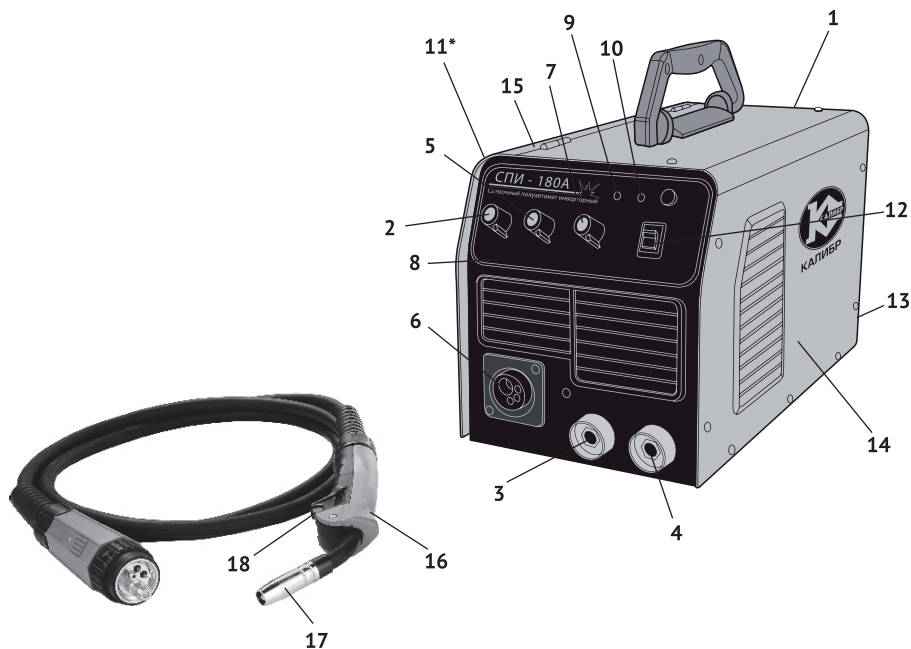

рис.1
4.1 Общий вид полуавтомата представлен на рис. 1:
4.2 Основные узлы сварочного полуавтомата: трансформаторы, конденсаторы, радиаторы, плата управления и вентилятор расположены в металлическом корпусе (рис.1 поз. 5) с вентиляционными решётками для отвода тепла. Охлаждение прибора обеспечивают радиаторы и вентилятор. На передней панели (рис.1 поз.8) расположены органы управления сварочного полуавтомата: ручка регулировки (рис.1 поз.2), регулирующая ток сварки, в режиме «ММА» и скорость подачи проволоки в режиме «MIG/MAG/NoGas», ручка регулировки напряжения сварочного контура (рис.1 поз.5); ручка регулировки индуктивности (рис.1 поз.7). Регулятор «индуктивность» изменяет динамические свойства источника питания, позволяя более тонко производить настройку процесса сварки в режиме «MIG/MAG/NoGas». Клавиша (рис.1 поз.12) переключает режимы работы прибора: «ММА» – ручная дуговая сварка штучными электродами и «MIG/MAG/NoGas» – сварка плавящейся электродной проволокой в среде защитного газа. Сверху на панели расположены два индикатора: сети (рис.1 поз.9) горит постоянно после подключения аппарата к однофазной сети и перегрева (рис.1 поз.10) загорается при превышении теплового режима сварочного полуавтомата. При этом процесс сварки автоматически останавливается. Не отключая аппарат, дождитесь пока температура не снизится до рабочего диапазона и индикатор погаснет. Нажатием на кнопку (рис.1 поз.11) осуществляется подача электродной проволоки к горелке после установки новой катушки с электродной проволокой.
В нижней части передней панели расположены три быстрозажимных клеммы: кабель с зажимом подсоединяется к клемме «-» (рис.1 поз.3), кабель с держателем электрода (сварка в режиме «ММА») соединяется с клеммой «+» (рис.1 поз.4), кабель горелки (сварка в режиме «MIG/MAG/NoGas») соединяется с разъёмом «+» (рис.1 поз.6).
Под крышкой (рис.1 поз.15) расположен механизм подачи электродной проволоки: барабан с катушкой электродной проволокой, 2-х роликовый механизм подачи проволоки к горелке через направляющую трубку. Это так называемый толкающий способ подачи проволоки, когда механизм подачи приводится в действие двигателем постоянного тока.
- выключатель (рис.1 поз.1), который имеет два фиксированных положения «I» - включено и «0» - выключено;
- штуцер (рис.1 поз.13) подключения шланга подачи газа;
6.4.1 Сварочный кабель с электрододержателем (режим сварки «ММА») подключается к быстрозажимной клемме «плюс» (рис.1 поз.4), за исключением случая использования кислотных электродов. В любом случае, сначала ознакомьтесь с инструкцией на упаковке электродов.
6.4.2 Сварочный кабель с горелкой (режим сварки «MIG/MAG/NoGas») подключается к быстрозажимной клемме «плюс» (рис.1 поз.6).
6.4.3 Кабель массы (при обоих режимах сварки) подключается к быстрозажимной клемме «минус» (рис.1 поз.3) и крепится к рабочей поверхности, как можно ближе к месту сварки.
Перед началом сварки, при отключённом от сети аппарате, необходимо проверить правильность и надёжность подключения кабелей, заземление корпуса аппарата и положение клавиши переключателя режимов (рис.1 поз.12) в режим «ММА». После этого подключить сварочный полуавтомат к сети и перевести выключатель (рис.1 поз.1) в положение «I» - включено.
7.1.1 В большинстве случаев кабель с держателем электрода подключается к быстрозажимной клемме «плюс» (рис.1 поз.4), однако есть некоторые виды электродов, подключаемых к быстрозажимной клемме «минус» (рис.1 поз.3), поэтому подключать сварочные кабели следует в соответствии с полярностью аппарата «+» и «-» и типом электродов.
7.1.4 Ток сварки регулируется с помощью ручки потенциометра (рис.1 поз.2).
Перед началом сварки, при отключённом от сети аппарате, необходимо проверить правильность и надёжность подключения обратного кабеля и сварочной горелки, системы газоснабжения, заземление корпуса аппарата и положение клавиши переключателя режимов (рис.1 поз.12) в режим «MIG/MAG/NoGas».
- открыть крышку (рис.1 поз.15) отсека механизма подачи электродной проволоки;
- подключить сварочный полуавтомат к сети и перевести выключатель (рис.1 поз1) в положение «I» - включено;
- нажать на кнопку (рис.1 поз.11) и когда проволока выйдет из конца горелки на 10 – 15 мм, отпустить кнопку;